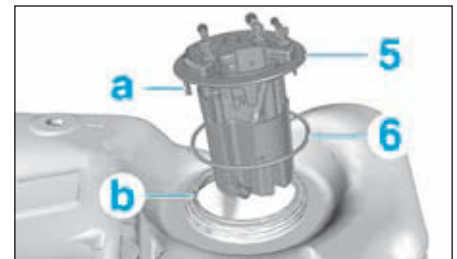

FIG.34
- Remplacer le joint d'étanchéité (6) (Fig.34).
- Reposer la jauge à carburant (5) sur le réservoir en veillant à ce que le détrompeur (a) soit correctement inséré dans l'encoche (b).